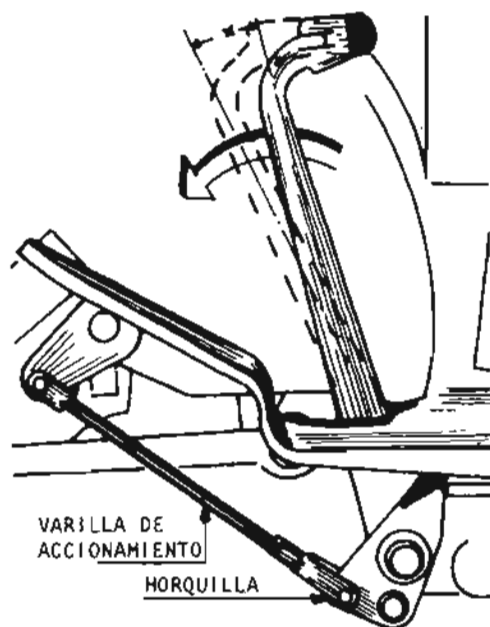

Fig. 1
- 1o Paso - Afloje la contratuerca de la varilla de accionamiento (fig. 1).